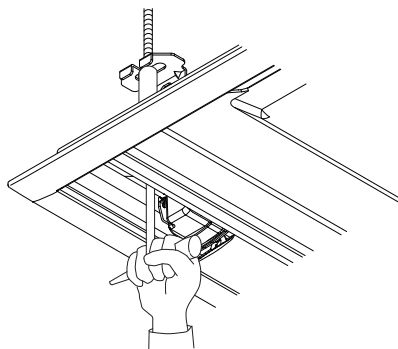

Fig. 14
- 3** Si le nivelage de l'unité intérieure et la tuyauterie d'évacuation ne sont pas affectés, il est possible de régler la hauteur de l'unité intérieure à partir du trou du coin du panneau décoratif en le gardant attaché. **(Reportez-vous à la Fig. 14)**